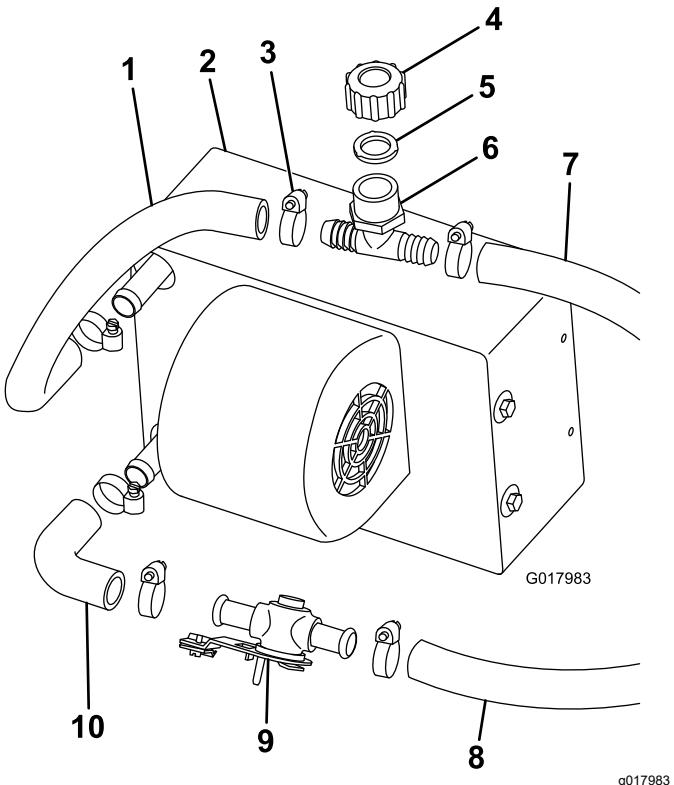

Figura 20
1. Prenda o tubo em cotovelo à parte de baixo do encaixe do conjunto do aquecedor com uma braçadeira de tubos (Figura 20).
2. Ligue a válvula do aquecedor ao tubo em cotovelo com uma braçadeira de tubos (Figura 20).
3. Corte um pedaço de 36 cm de tubo ($\frac{5}{8}$ pol.) e prenda-o à parte de cima do encaixe do conjunto do aquecedor com uma braçadeira de tubos (Figura 20).
4. Ligue o enchimento em T branco, a junta e o tampão ao tubo superior do aquecedor com uma braçadeira de tubos (Figura 20).